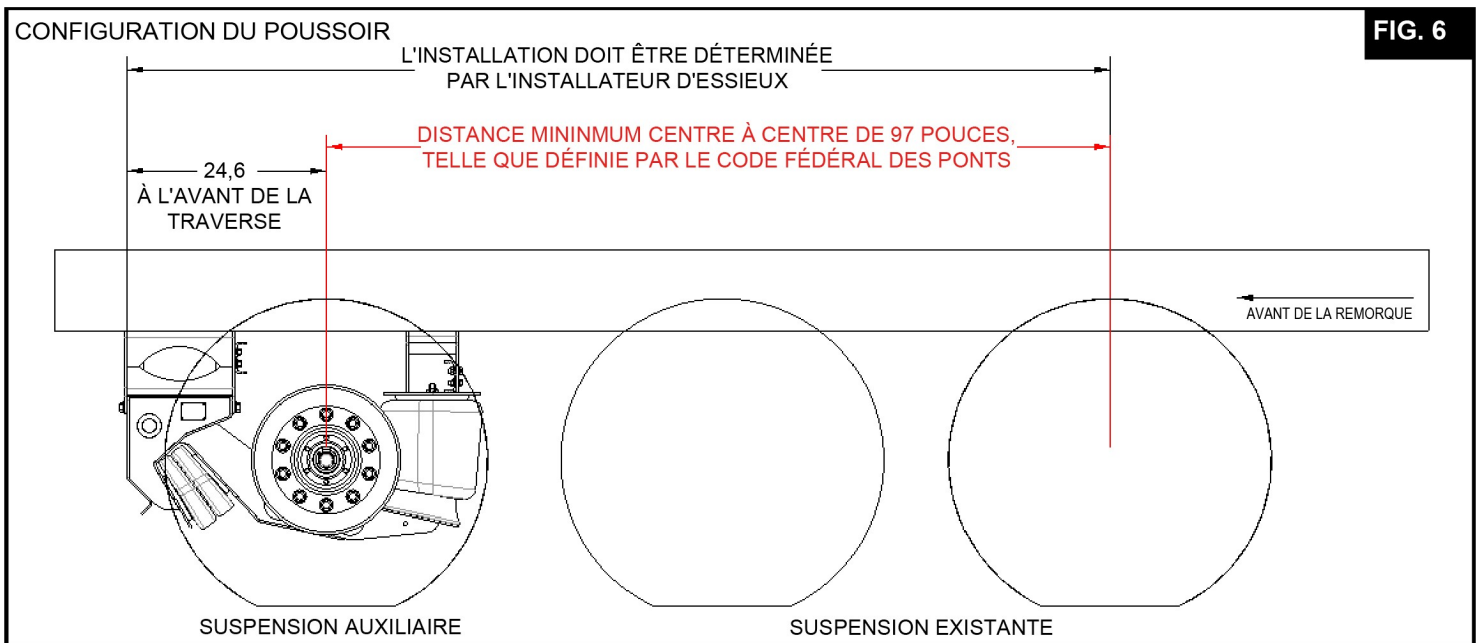
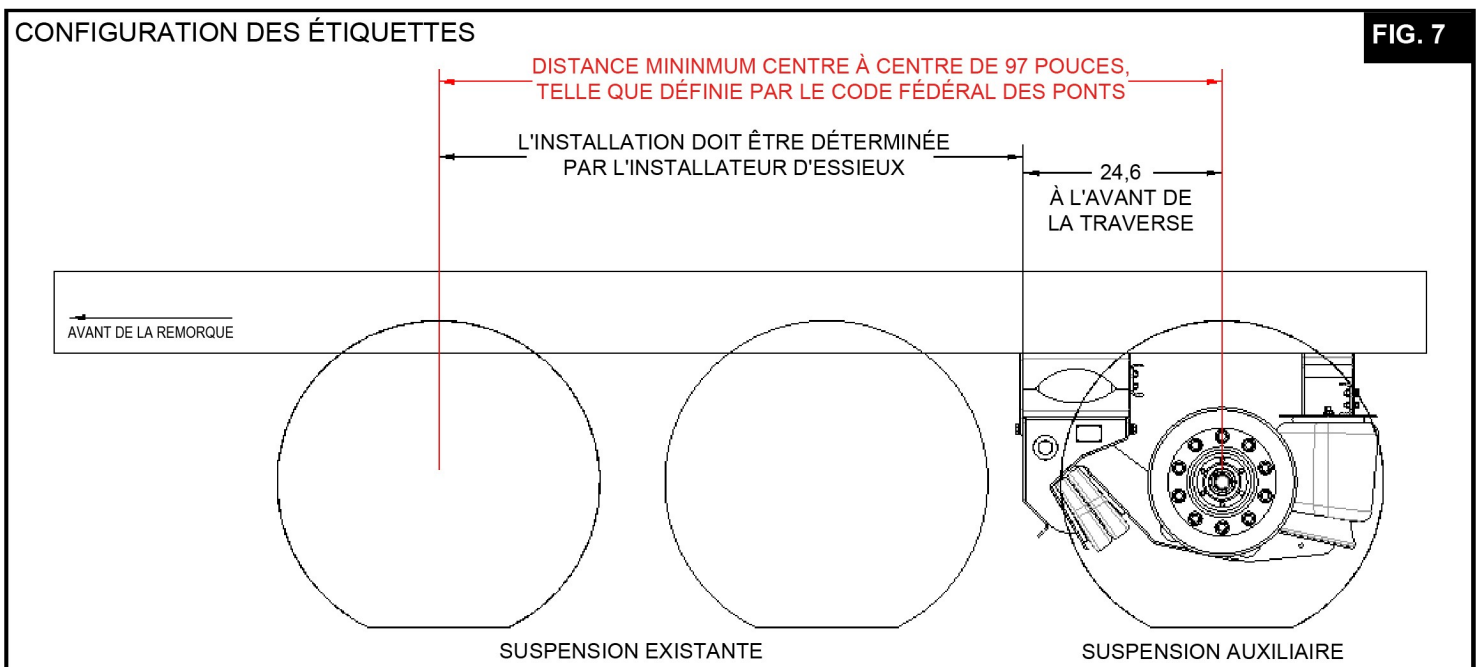

FIG. 6
FIG. 7
**10.1** Avant de déterminer l'emplacement de la suspension, examiner en profondeur la liste de vérification préalable à l'installation qui se trouve à la section 5 du présent manuel. Assurez-vous que la remorque est située sur une surface plane et plane avant de mesurer l'emplacement de la suspension. Lorsque cela est terminé, marquez l'emplacement de la suspension et les limites des rails du cadre de la remorque. (Voir Figure 6 et Figure 7 ci-dessous pour plus de détails). Communiquez avec les spécialistes de l'application Link pour obtenir des réponses à toute question supplémentaire.
11.9 Assembler les ressorts pneumatiques sur les supports de cadre arrière à l'aide du matériel de montage 1/2 po et 3/4 po (voir figure 6 pour plus de détails sur l'attache).